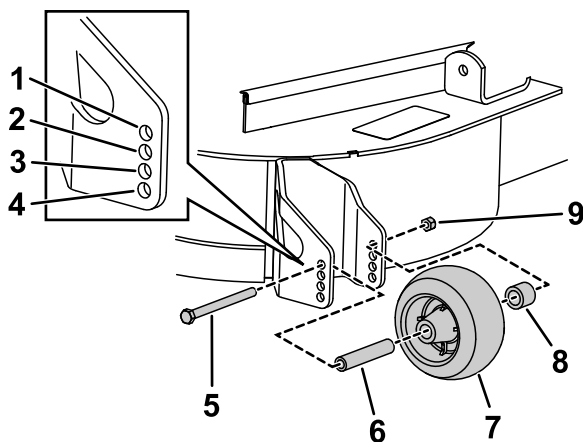

Figure 13
1. Après avoir réglé la hauteur de coupe, réglez les galets en retirant l'écrou à embase, la bague, l'entretoise et le boulon (Figure 13).
3. Montez l'écrou à embase, la bague, l'entretoise et le boulon. Serrez à un couple de 54 à 61 N·m (Figure 13).